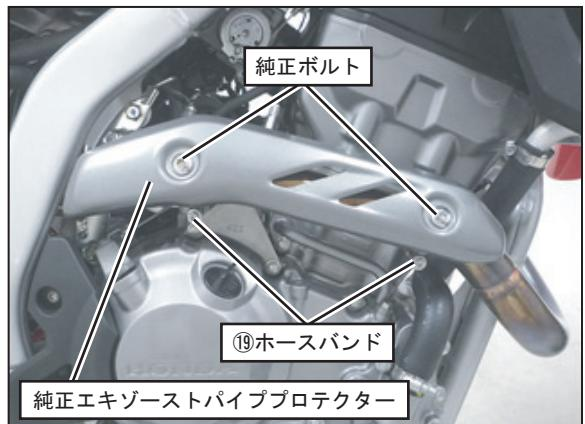

FIG. 21
次に、純正エキゾーストパイププロテクターが合う位置に調整し、⑲ホースバンド25-40と純正ボルトを規定トルクで締め付けて下さい。（FIG. 21 参照）